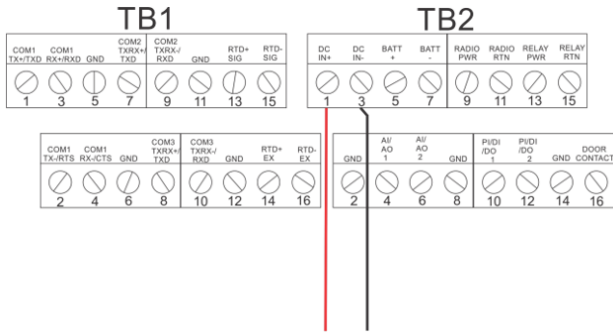

Abbildung 8. Verkabelung zur DC-Spannungsversorgung
- Jedes blanke Kabelende in den entsprechenden Anschluss einführen und sichern (siehe *Abbildung 8*).